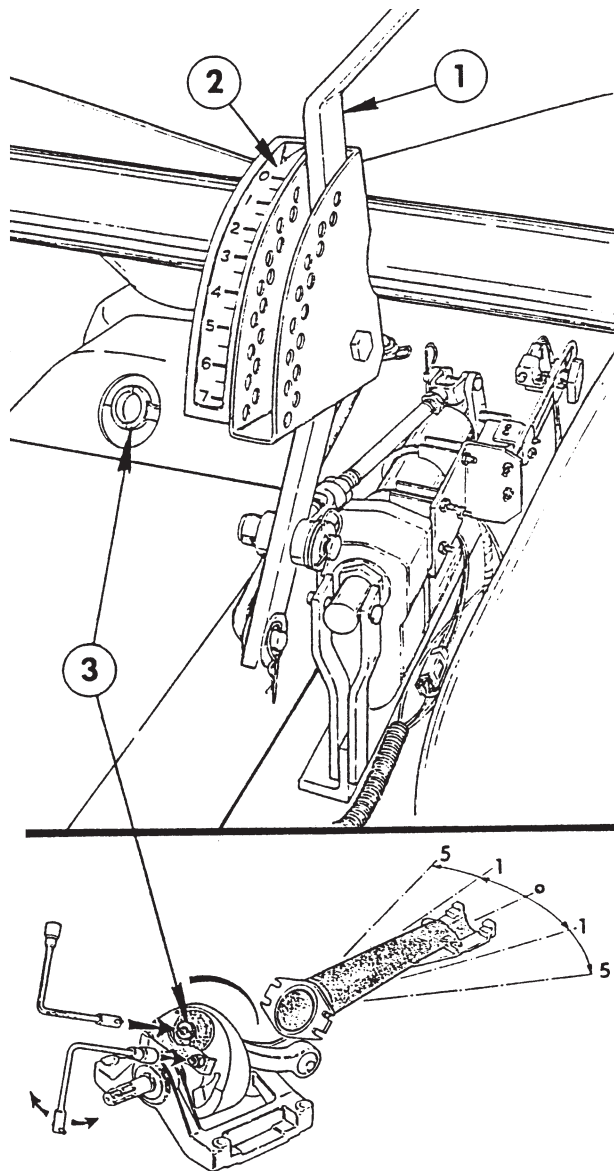

Fig. 5
1. Drej sprederdrevets remskive med hånden, indtil bueindstilleren kommer til syne i åbningen i sprederen, som vist i fig. 5.